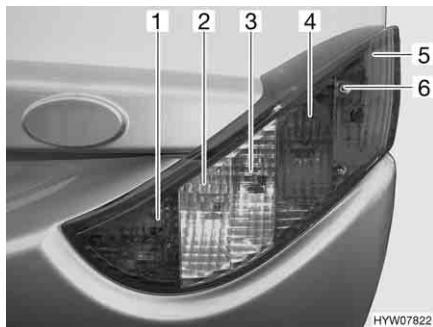

Fig. 103 Luci posteriori (lato anteriore)
- Svitare le tre viti ad esagono cavo (Fig. 103,6).